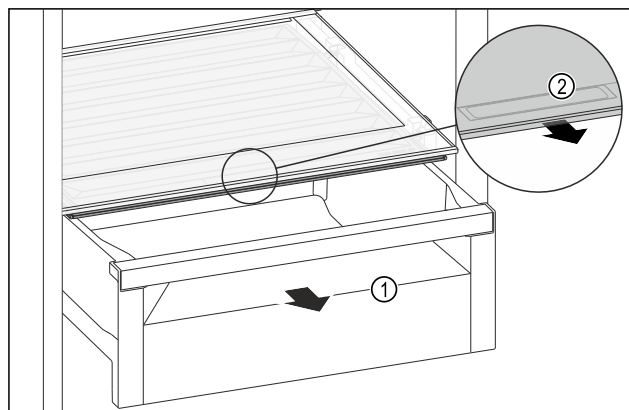

Fig. 123
- Vytiahnite zásuvku Fig. 123 (1).
- Uchopte priehľbinu na rukoväť Fig. 123 (2) na veko zásuvky a súčasne ťahajte veko zásuvky dopredu.